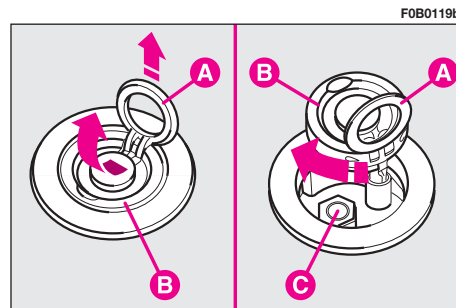

fig. 4
8) Aprire il portellone posteriore quindi mediante l’anello **A**-fig. 4, sollevare e ruotare il tappo **B** per reperire il bullone **C** di bloccaggio supporto ruota di scorta.